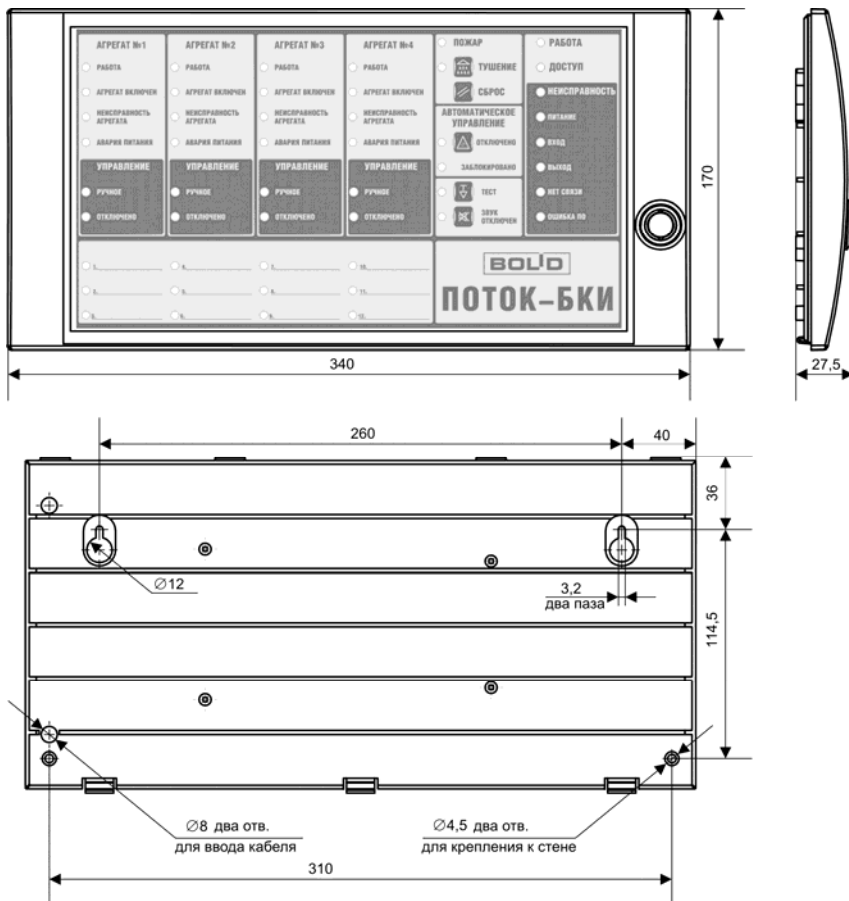

Рисунок 1. Внешний вид, габаритные и установочные размеры блока «Поток-БКИ»
1.1.3 Внешний вид блока представлен на рис. 1.
2.1.4 Наметьте на стене места для 4 установочных отверстий в соответствии с рис. 1.